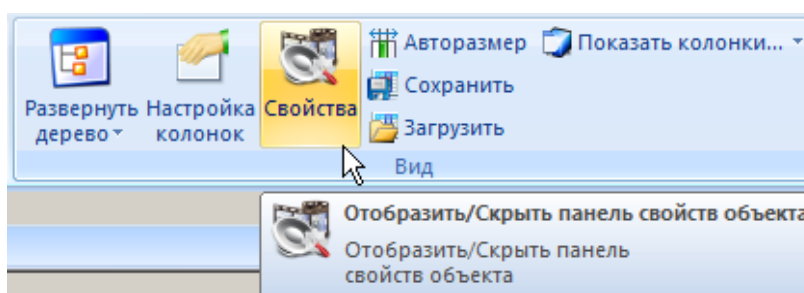

Рис. 5-21 – Панель «Вид»
- 2) Нажать кнопку «Свойства» панели «Вид» (рис. 5-21) или выбрать одноименную команду контекстного меню.